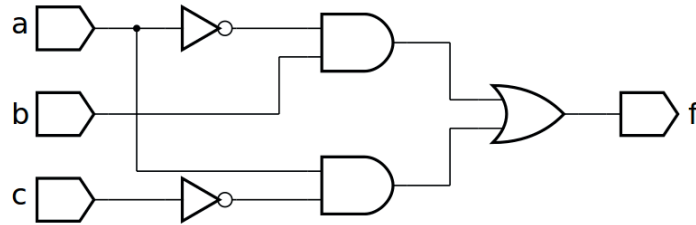
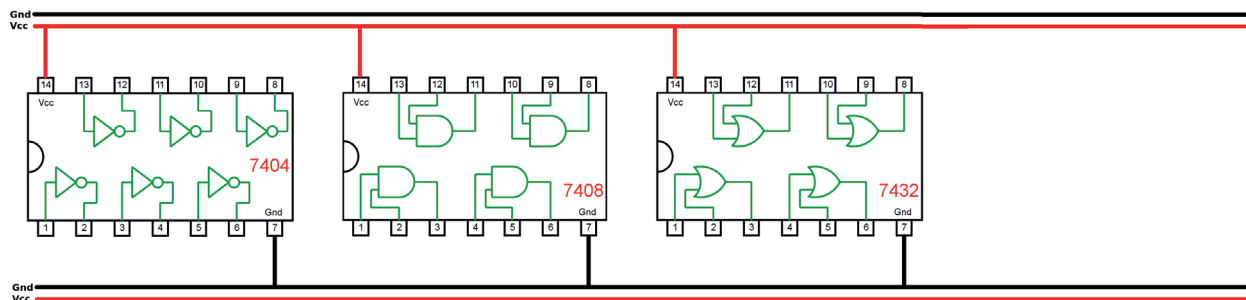

Figura 5.30 – Diagrama esquemático.
Figura 5.31 – Disposição dos componentes (TTL) para a placa de montagem.
1. Complete as ligações na figura 5.31 ou 5.32 de acordo com a figura 5.30.
5. Utilize um programa de simulação em computador (SmartSim, Atanua, Qucs) faça a simulação do circuito da figura 5.30. Compare os resultados com a Tabela 5.14.
6. Escreva a equação booleana do circuito da figura 5.30 e simule no programa para o Arduino.